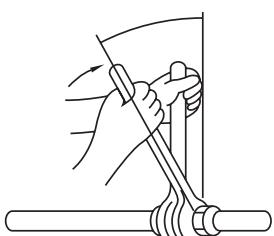

Fig. 5-8
- Нанесите тонкий слой хладагента на посадочную поверхность трубопровода. (Fig. 5-8)